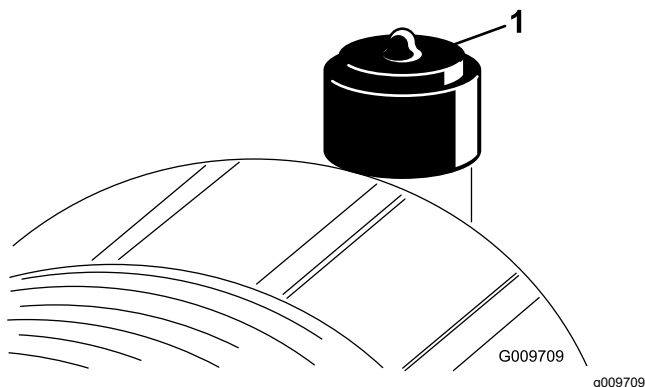

図 87
エアクリーナのフィルタの整備は、インジケータ図 87 が赤色になってから行ってください。早めに整備を行っても意味がありません。むしろフィルタを外したときにエンジン内部に異物を入れてしまう危険が大きくなります。
2. インジェクタ図 87 が赤になっている場合はリセットする。